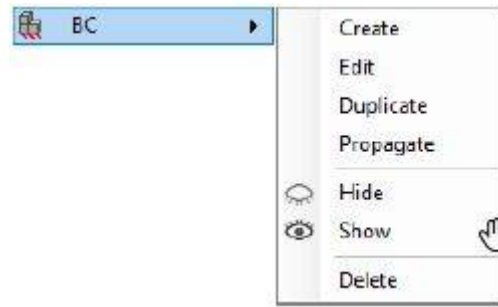

図 20：境界条件サブメニュー
境界条件 (BC) サブメニュー (図 20) には以下のオプションがあります：